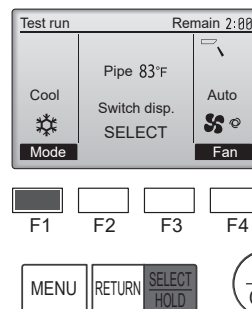

Fig. 7-6
- ① Appuyez sur le bouton [F1] pour changer de mode de fonctionnement dans l'ordre "Cool" (Froid) et "Heat" (Chaud). (Fig. 7-6)
La mention **TEST** et le mode de fonctionnement en cours sont affichés. (Fig. 7-6)